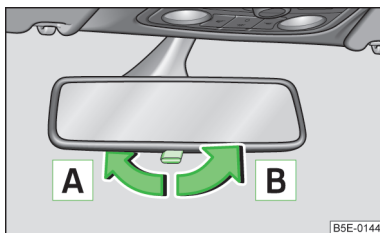

Fig. 43
- Pentru a **regla** oglinda pe poziția antiiorbire, reglați maneta la marginea inferioară a oglinzii în sensul parbrizului - săgeata **A** » fig. 43.